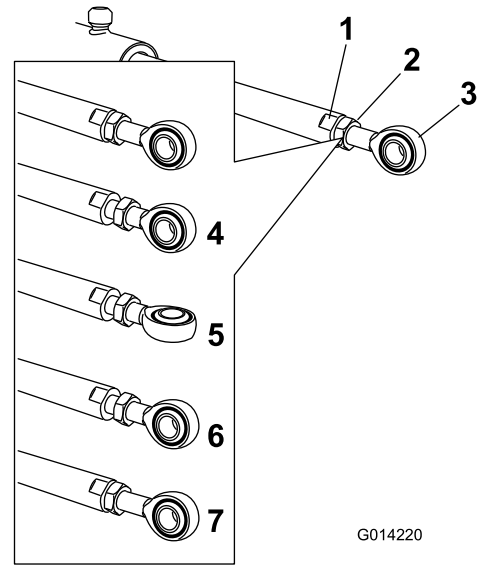

图65
5. 在提升器杆的平整侧用扳手进行固定、然后松开锁紧螺母、使孔眼杆可以调整图65。
6. 转动提升器杆上的孔眼杆、将延伸的提升器缩短或延长至所需的位置图65。